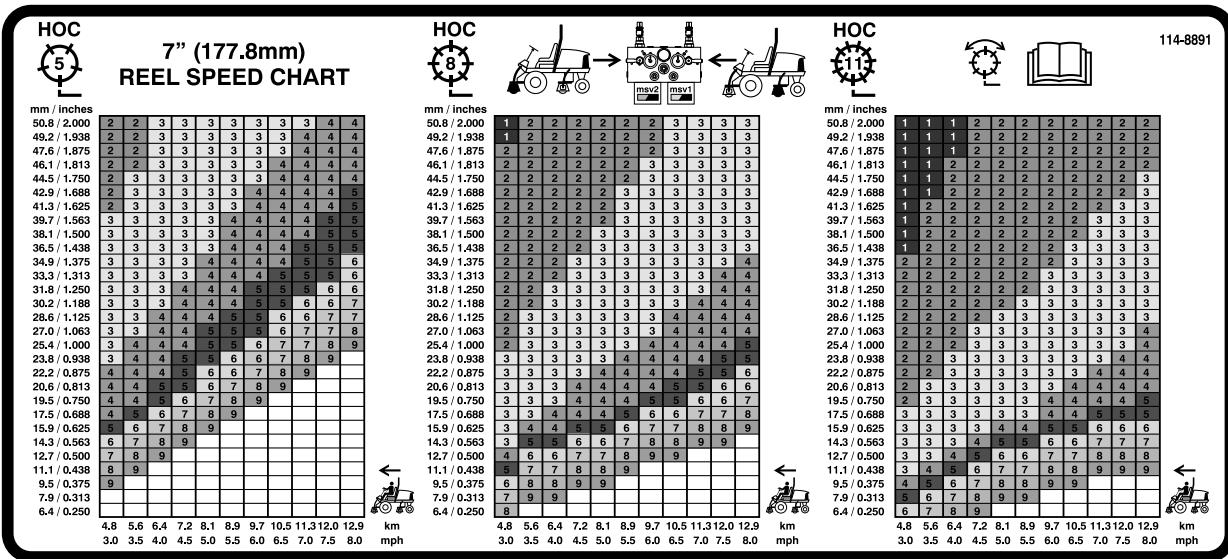

Figura 40
3. Usando el gráfico apropiado de la pegatina 110-0996 (Figura 40), determine el ajuste correcto para la velocidad de los molinetes.